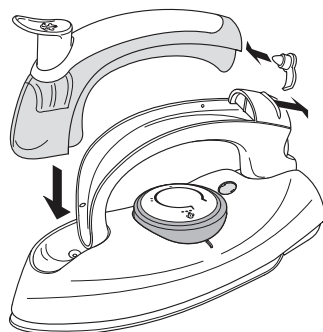

Figura 3
2. Servendosi di una mano, fare scorrere all'indietro il dispositivo scorrevole di sblocco del serbatoio acqua ed estrarre con l'altra mano il serbatoio dall'apposito alloggiamento presente nel ferro da stiro (vedere la figura 3).